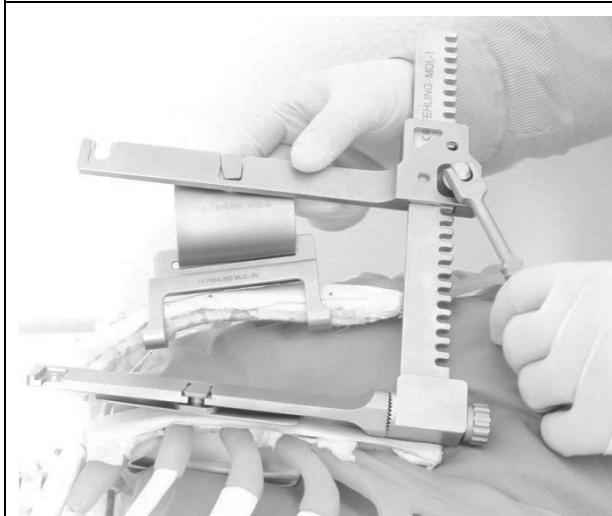

fig. 14
5. Sprid ut retraktorn till önskad exponering av bröstkorgen (fig. 14).